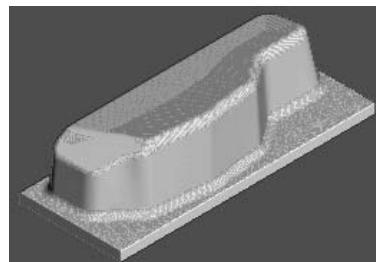

图 5-106 仿真加工结果 7
2) 在“仿真”工具栏的“当前刀具路径”下拉列表中选择要模拟的刀具路径 finish5，然后单击“执行”按钮 $\triangleright$ ，系统开始自动仿真加工，仿真加工结果如图 5-106 所示。